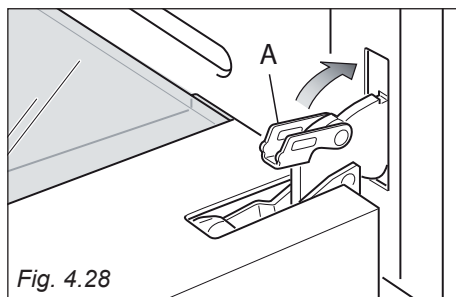

Fig. 4.28
- Aprire completamente la porta del forno e richiudere la leva "A" delle cerniere destra e sinistra (fig. 4.28).